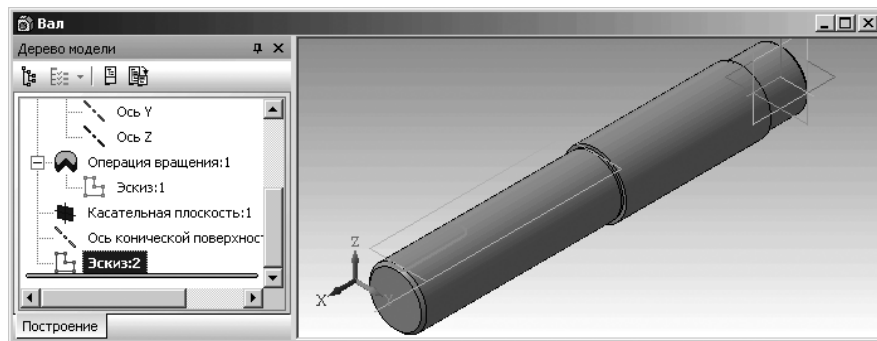

Рис. 2.98. Результат построения окружности и непрерывной линии для создания шпоночного паза
- щелкните на панели инструментов **Текущее состояние** по кнопке – **Эскиз**. Система перейдет из режима построения эскиза в режим построения модели. В окне **Дерево модели** появится пункт (ветвь) с названием только что созданного эскиза шпоночного паза. По умолчанию, с учетом уже созданных ранее эскизов, этот эскиз будет иметь название **Эскиз:2** (рис. 2.98).